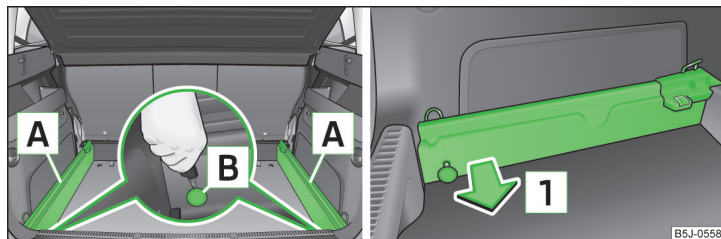

Fig. 70 Bagagliaio: sgancio dei punti di fissaggio / rimozione delle guide
- Allentare i punti di fissaggio [B] » fig. 70 sulle guide di supporto utilizzando la chiave del veicolo oppure con un cacciavite piatto.
- Premere su ogni guida il punto di fissaggio [B] » fig. 70 sino all'arresto.